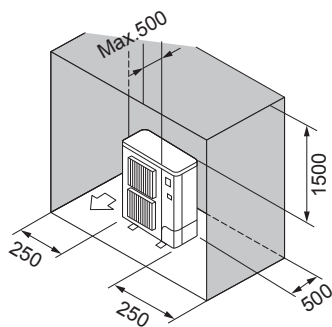

Fig. 2-8
- ⑥ Enbart hinder på baksidan, sidorna och ovsidan (Fig. 2-8)